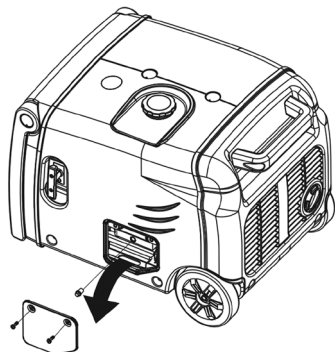

Fig. 21 – Cambiando el aceite
5. Suelte los tornillos de la tapa de mantenimiento del aceite (8) (fig. 1) y retire la tapa (fig. 21);